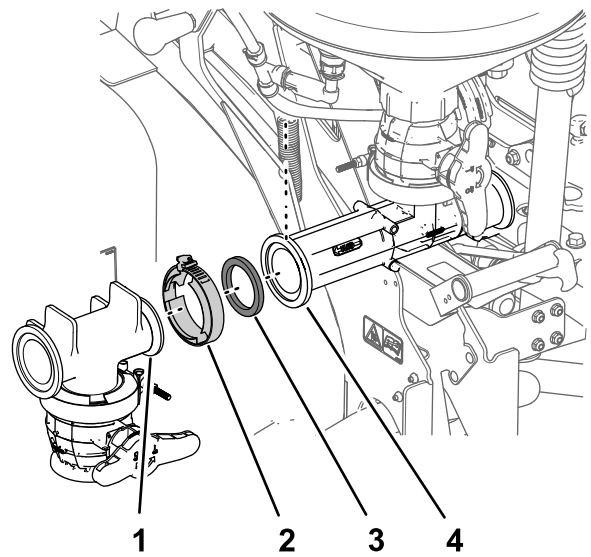

図 25
1. ドレンバルブ用のT字フィッティングのフランジを、エダクタの前側フランジに合わせる 図 25。
2. ガasketとフランジ付きクランプを使って、T字フィッティングをエダクタに組み付け、クランプを手締めする 図 25。